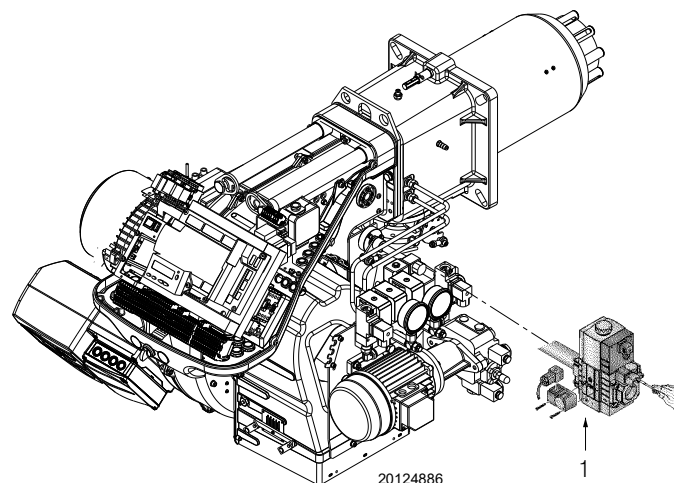

Рис. 38
- Проверьте давление подачи газа, подключив манометр к штуцеру для замера давления 1) (Рис. 38) на реле минимального давления газа. Давление должно быть ниже максимально допустимого давления газа, указанного на заводской табличке.
- Выпустите воздух из труб газовой рампы, подсоединив пластмассовую трубку к штуцеру для замера давления 1) (Рис. 38) на реле минимального давления газа. Вывести наружу здания выпускную трубу, пока не появится запах газа.